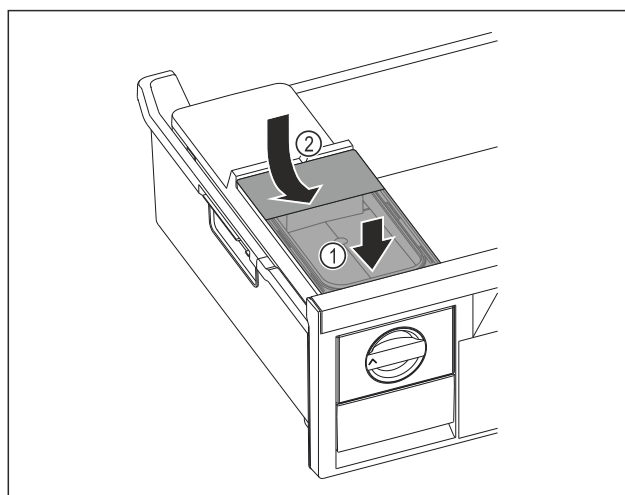

Fig. 181
- ▶ Установите бак для воды спереди Fig. 181 (1)
- ▶ Опустить бак для воды сзади Fig. 181 (2)